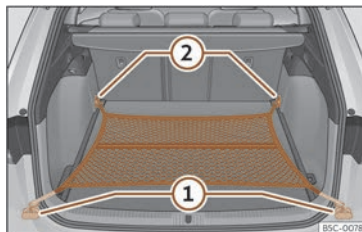

Fig. 186 No maleteiro: bolsa de rede enganchada case tocando o piso.
- Fixe os ganchos da rede nas argolas de amarre >>> **fig. 186** ① e ② >>> . A cremalleira da bolsa ten que quedar cara arriba.